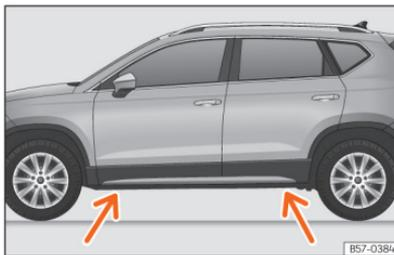

Fig. 225 Pontos de apoio do macaco.
- Procure na longarina a marca do ponto de apoio do macaco (zona afundada) mais próximo da roda a substituir » » » Fig. 225.